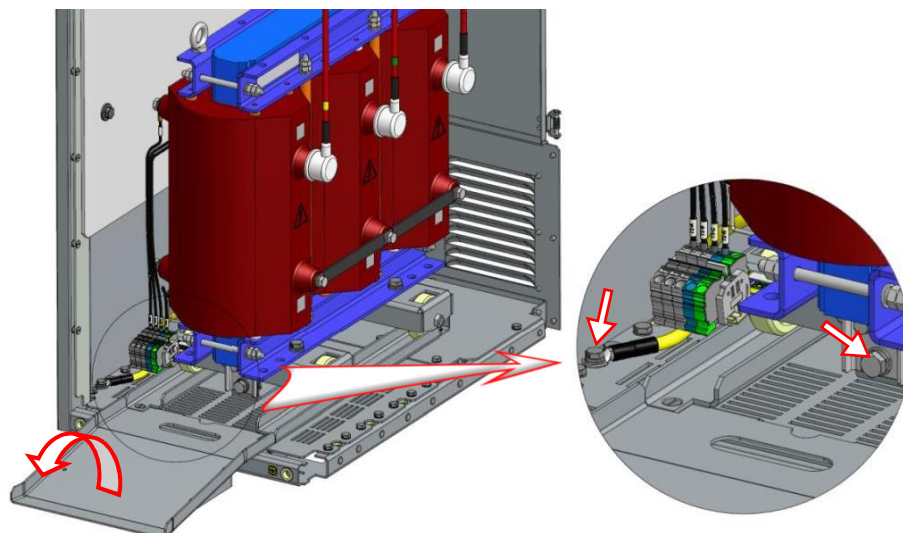

Рис.4.39. Выкатывание, фиксация и заземление смонтированного ТСН
- Вкатить в шкаф смонтированный трансформатор по аналогии с выкатыванием ТСН в шкафу TER_SP15_Etalon_1 до упора, зафиксировать положение трансформатора болтом М12х35 через шайбу пружинную и плоскую под М12. Провод заземления выровнять, избегая перегибов, завести на заземляющую бонку КО и закрепить болтом М8х25 через шайбу пружинную и две плоских под М8. Подставку для вкатывания демонтировать, рисунок 4.39.